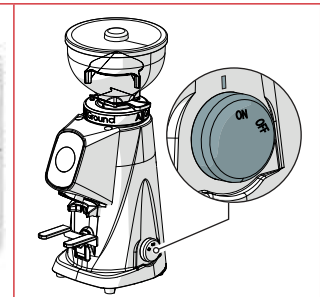

Abb. 11
- Drehen Sie den Startschalter des Geräts in die Position „EIN“ (Abb. 11).